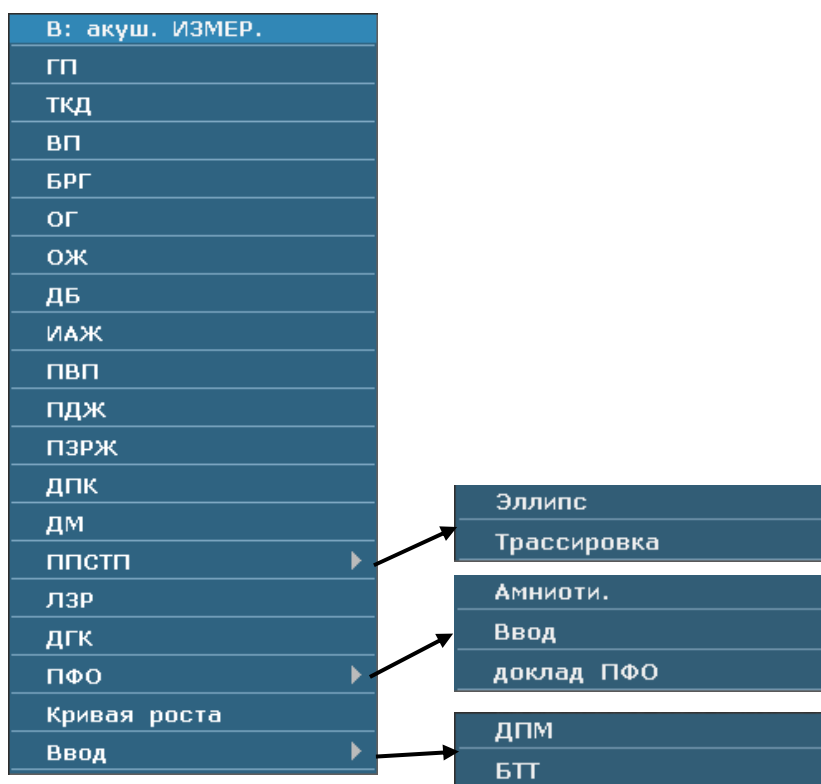

Рис. 8-1 Меню акушерских измерений и расчетов
3. Нажмите клавишу **Measure** (Измерить), чтобы активировать функцию специальных измерений. На экране отобразится меню измерений, показанное на Рис. 8-1